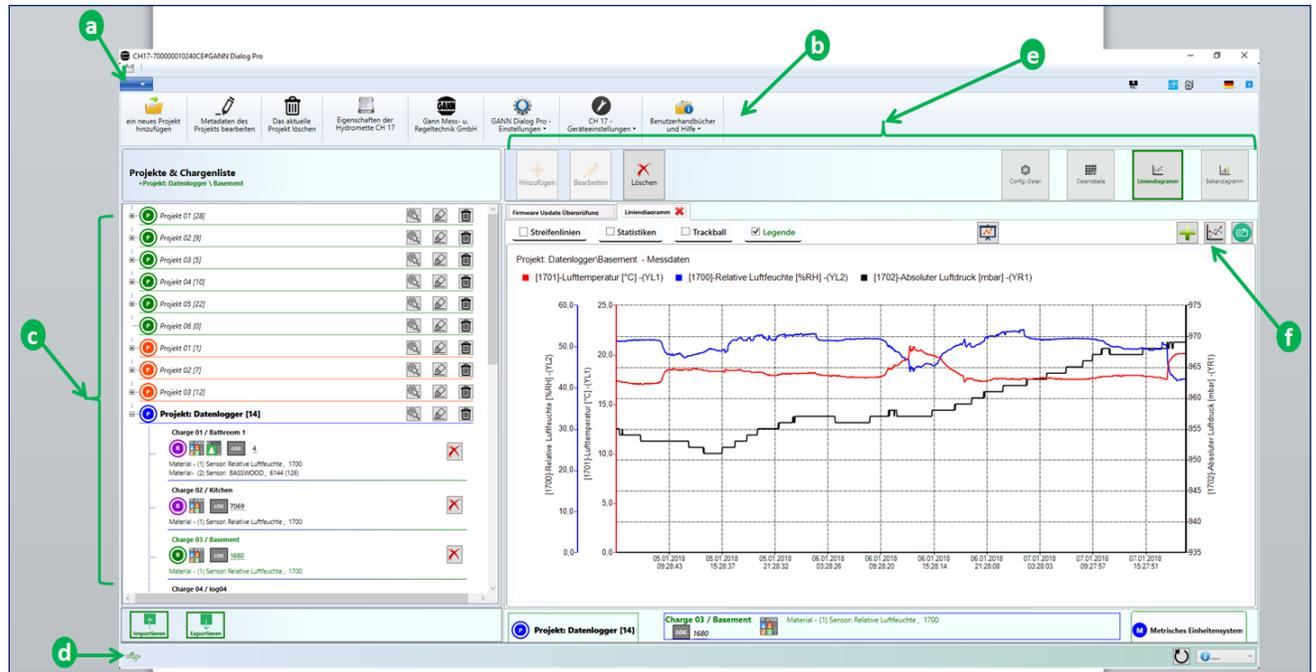
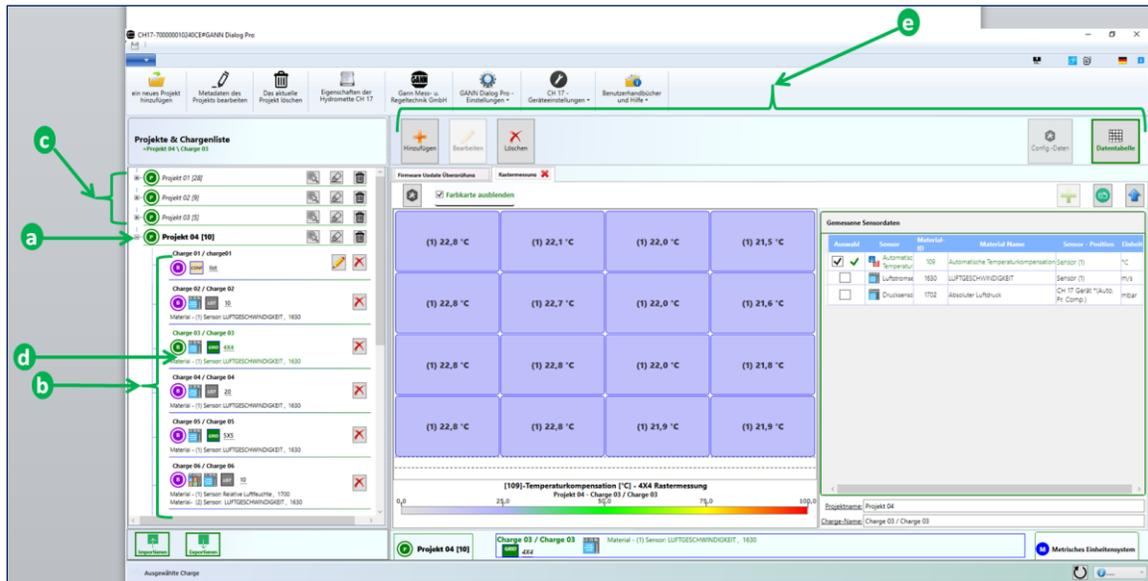

Abbildung 2-1: Hauptmenü
Abbildung 2-2: Projekte und Chargen
Abbildung 2-1 zeigt ein Beispiel für die Benutzeroberfläche:
- Der Bereich **c** zeigt eine Liste der Projekte und Chargen an. Ein Projekt ist eine Sammlung von Chargen, die wiederum aus mehreren Einzelmessungen bestehen. Sie können ein Projekt aus der Projektliste und eine Charge aus der Chargenliste auswählen. Ausgewählte Elemente sind fett gedruckt (Abb. 2-1: "**Projekt: Datenlogger**" (ausgewähltes Projekt) und "**Charge 03**" (ausgewählte Charge)) oder (Abb. 2-2: „**Projekt 04**“ und „**Charge 03**“). Zusätzlich wird eine ausgewählte Charge in grüner Schrift dargestellt. Die Details der ausgewählten Charge werden auf der rechten Seite angezeigt **e**.
Ein Standardprojektordner, wie in Abbildung 2-2 dargestellt, ist wie folgt aufgebaut:
Um durch die verschiedenen Projekte zu navigieren, klicken Sie einfach auf ein Projekt in der Liste. Der Pfeil **a** in Abbildung 2-2 zeigt das aktuell ausgewählte Projekt innerhalb des Projektordners. Ein ausgewähltes Projekt ist immer fett markiert.
Um durch die verschiedenen Chargen im aktuellen Projekt zu navigieren, klicken Sie auf das entsprechende Symbol. Der Pfeil **b** in Abbildung 2-2 zeigt die Liste der Chargen aus dem ausgewählten Projekt **a**. Die aktuell ausgewählte Charge **d** wird immer fett und grün dargestellt. Die Details zu jeder ausgewählten Charge werden im rechten Bereich der
Benutzeroberfläche (e in Abbildung 2-2) angezeigt. Weitere Informationen finden Sie in Kapitel 9.5.